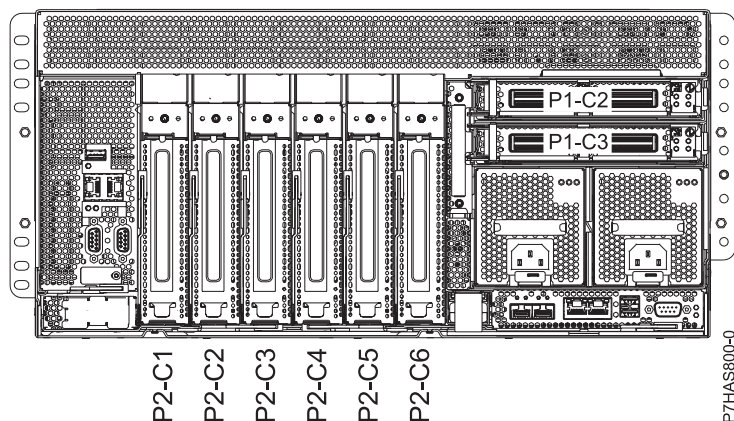

Figure 1. Vue arrière du système avec codes d'emplacement
- Les adaptateurs GX sont installés dans l'emplacement GX P1-C2 ou P1-C3, qui se trouve à l'arrière du système. Voir figure 1, à la page 3 pour connaître les emplacements d'adaptateur GX dans le système.